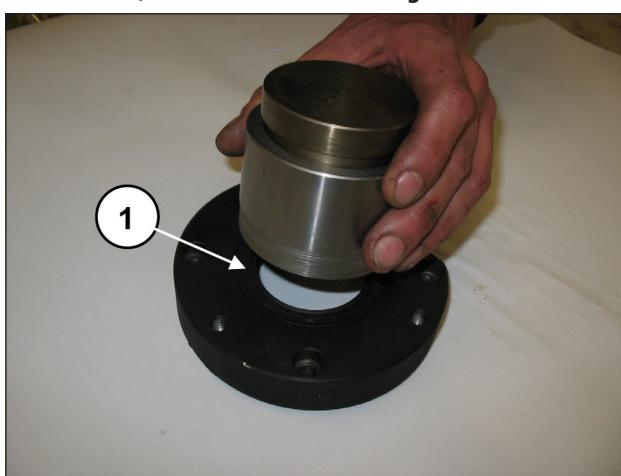

Fig. 63
Pré-monte as coberturas do rolamento PTO direito e esquerdo: Insira o anel de estanqueidade radial no interior da cobertura do rolamento PTO, mediante o uso da ferramenta cód. 27548200 (pos. ①, Fig. 63).